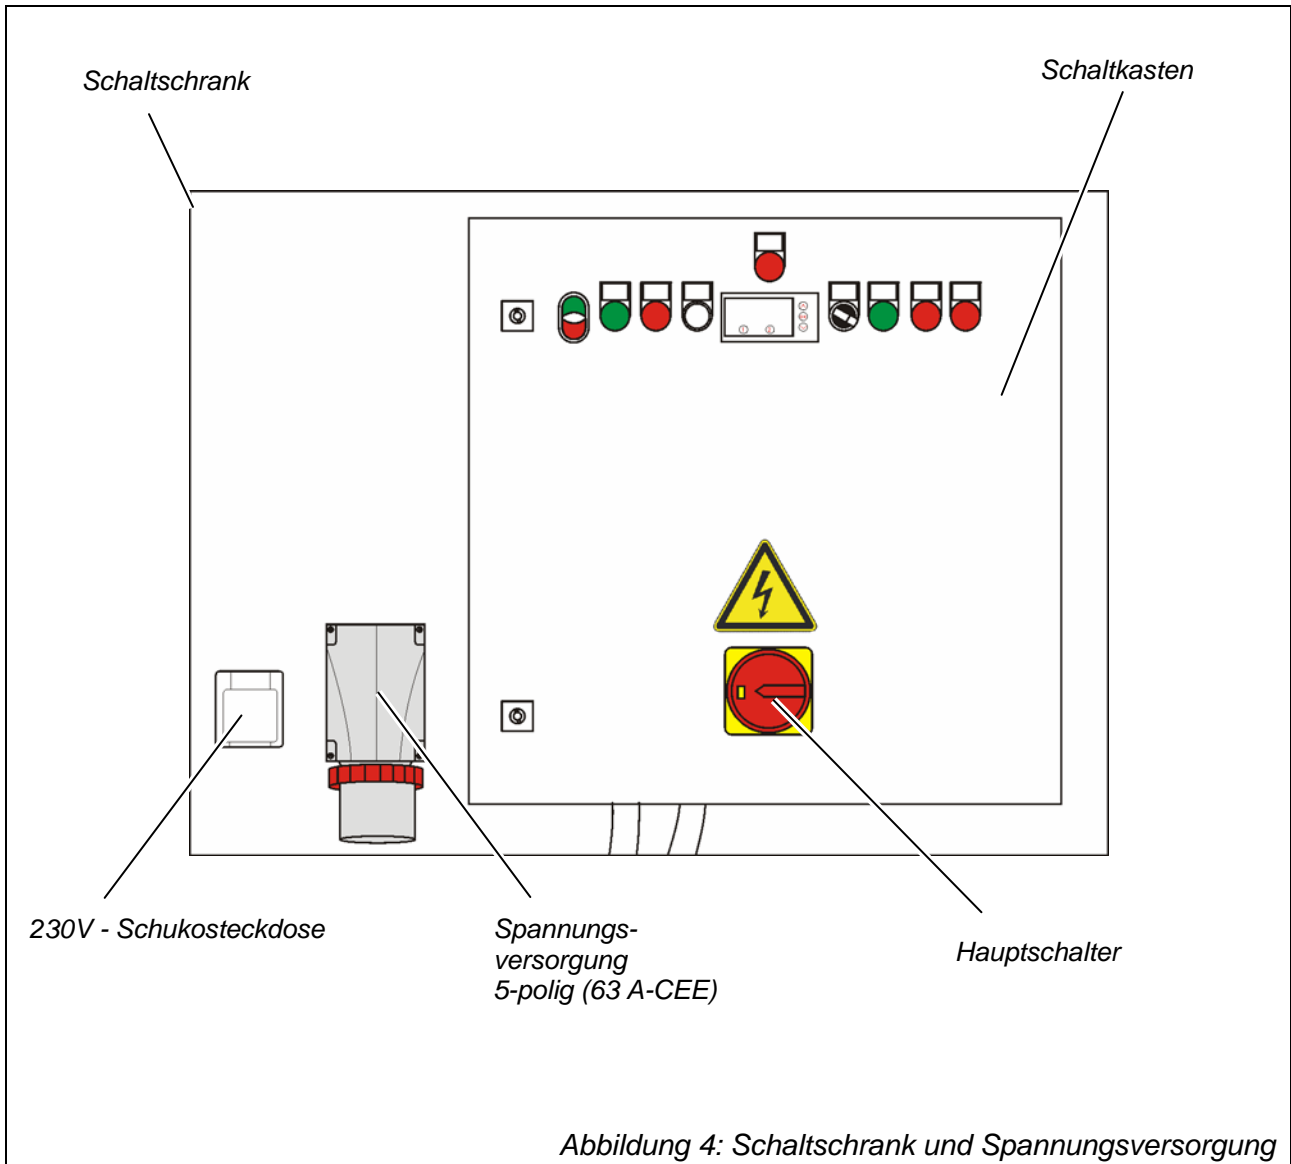

Abbildung 4: Schaltschrank und Spannungsversorgung
Position der Baugruppen und Komponenten: siehe Abbildung 3, Seite 25 und Abbildung 4, Seite 26.
Der elektrische Wandgerätestecker dient zur Spannungsversorgung der Mohnpumpe (Position: siehe Abbildung 4, Seite 26).
Die Schaltkästen mit den Bedien- und Kontrollelementen befinden sich im Schaltschrank (siehe Abbildung 4, Seite 26).
Im Schaltschrank befindet sich eine 230-Volt-Steckdose mit Schutzkontakt für den Anschluss von Elektrowerkzeugen (Position: siehe Abbildung 4, Seite 26).
- ◆ Wandgerätestecker, 400 V-Einspeisung und Schnittstellenanschluss (siehe Abbildung 4, Seite 26) abziehen und aus dem Gefahrenbereich entfernen.